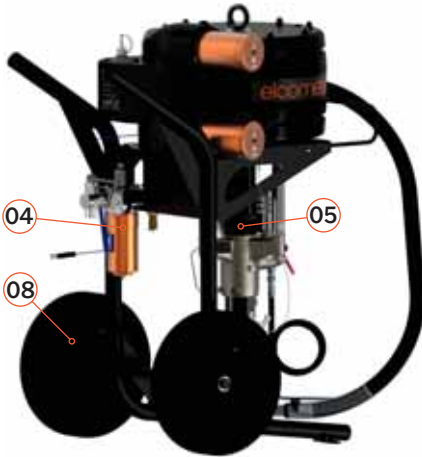

図1
- 04 エアレギュレーター・空気清浄機 (図 1)
- 05 シャフト保護カバー (図 1)